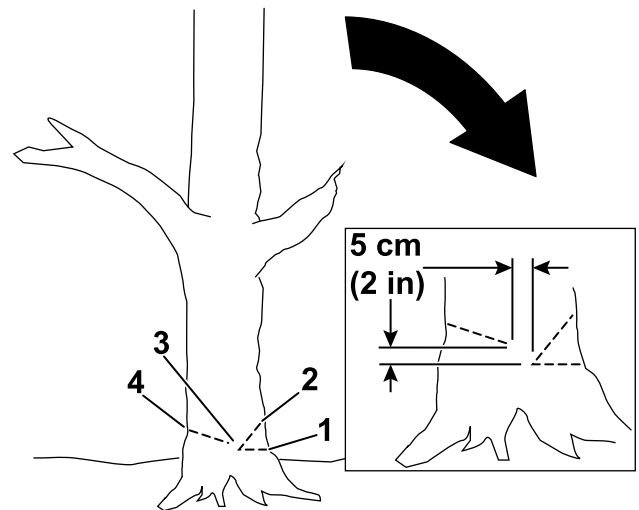

Figura 15
4. Haga el primer corte de un tercio del diámetro del árbol en el lado hacia donde desea que caiga el árbol (Figura 15).
5. Haga un segundo corte para formar una cuña, empezando el corte al menos 5 cm (2") por encima del primer corte (Figura 15).
6. Haga el corte de caída desde el lado opuesto a la cuña y unos 5 cm (2") por encima de la parte inferior de la cuña, como se muestra en la Figura 15.
**Importante:** Detenga el tercer corte a 2.5 a 5 cm (1" a 2") de la cuña para formar una bisagra entre los cortes (Figura 15), que evitará que el árbol caiga en la dirección incorrecta o que gire al caer.
**Nota:** A medida que el corte de caída se acerque a la bisagra (Figura 15), el árbol debe empezar a caer.